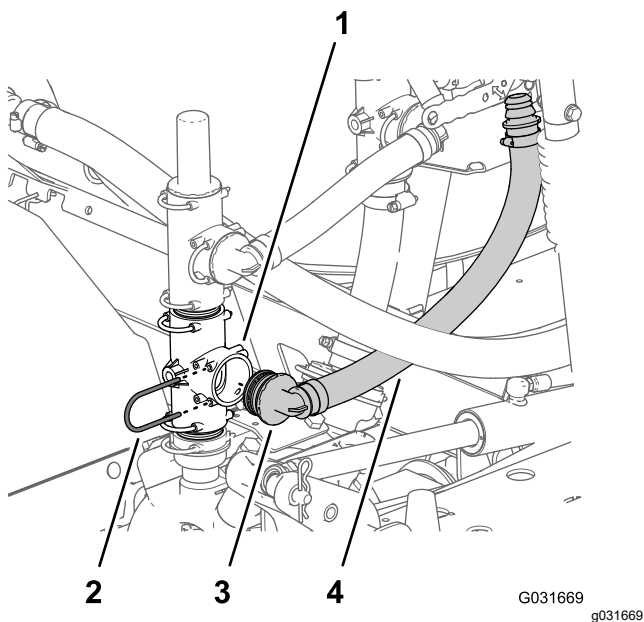

Figura 11
- Alinee el otro acoplamiento de 90° de la manguera de suministro con el orificio abierto del acoplamiento en T de la bomba de fumigación, e introduzca el acoplamiento de 90° hasta que quede asentado (Figura 11).
2. Sujete el acoplamiento de 90° al acoplamiento en T en la bomba del fumigador con la horquilla de retención (Figura 11) que retiró en el paso 1 de Cambio de posición de la válvula de alivio de presión y el acoplamiento en T superior \(página 6\).